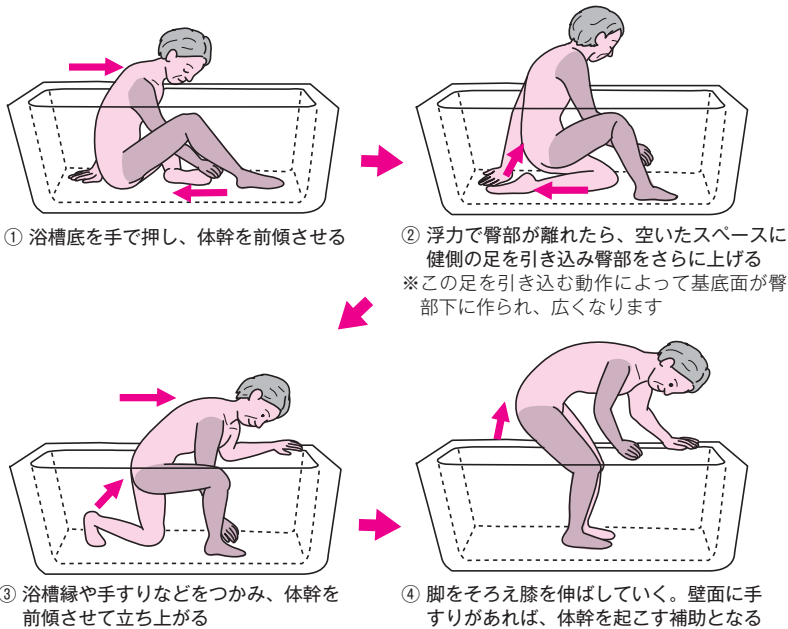

図 7-26 臀部の下に基底面を作りだす動作のイメージ
② 本人との適合条件
- 浴槽底や浴槽縁を手や腕で押し、体幹を前傾させるようにしながら浮力を利用して臀部を少し浮かせます。そこに左右どちらかの足部を引き込み、臀部の下に支持基底面を作りだします。(図 7-26) もう一方の足部も引き込めれば支持基底面はさらに拡大し、またこれから行おうとする重心の上方への移動も、両脚の力で行うこととなりますので、さらに立ち上がりが容易になります。